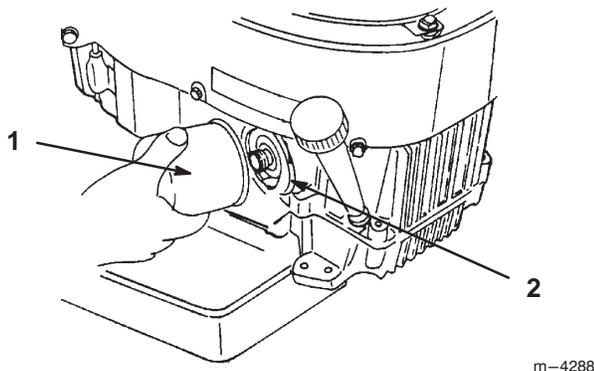

Figure 17
2. Déposez le filtre usagé (Fig. 17).
3. Appliquez une fine couche d'huile neuve sur le joint en caoutchouc du filtre de rechange (Fig. 17).
4. Posez le filtre à huile de rechange sur l'adaptateur. Tournez le filtre dans le sens horaire jusqu'à ce que le joint rejoigne l'adaptateur, puis donnez 3/4 tour supplémentaire (Fig. 17).